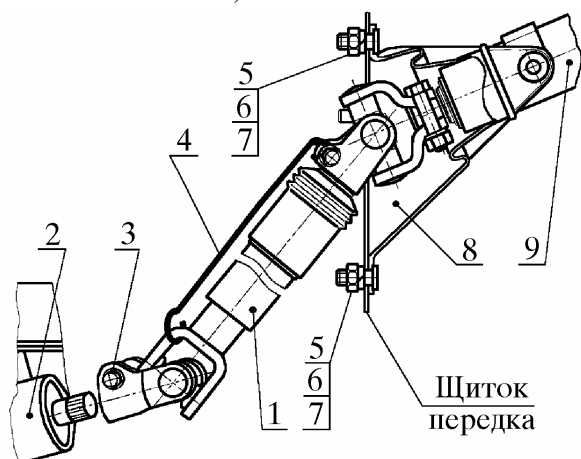

Рис. 5. Отсоединение карданного вала от рулевого механизма:
3.4. Скоба технологическая - для фиксации карданного вала от разъединения (рис. 5).
4.5. Отсоединить карданный вал 1 (рис. 5) от рулевого механизма 2, отвинтив гайку 3 крепления вилки карданного вала на валу рулевого механизма на 1 - 2 оборота и сдвинув карданный вал к щитку передка.
Зафиксировать карданный вал 1 от разъединения скобой 4, как показано на рис. 5